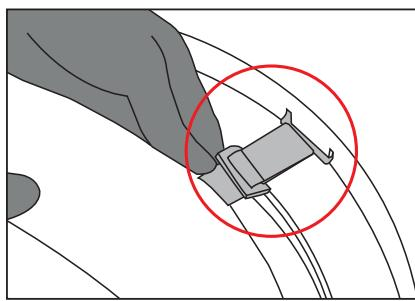

Figura 4.3
- A continuación, localice las cinco correas que se encuentran en la parte trasera del asiento. Comience pasando una de las dos correas del exterior por la ranura ubicada en la parte trasera del andador. **Ver Figura 4.3.**